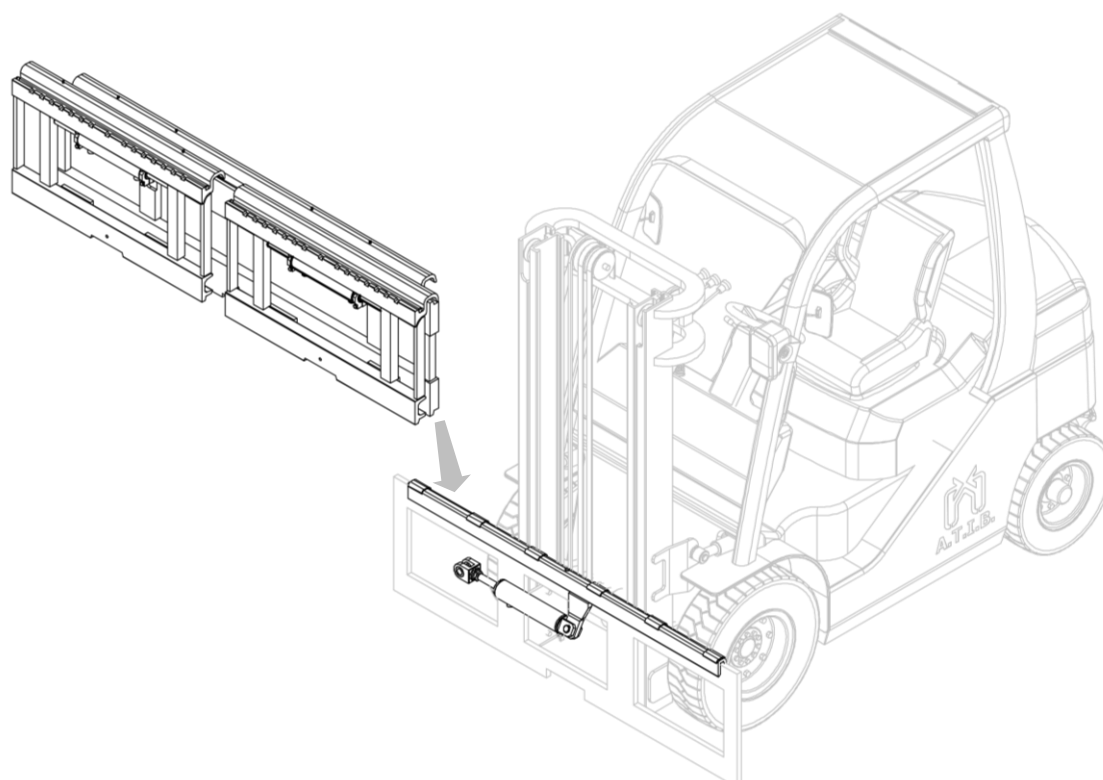

Figura 5
8. Enganche el implemento desde el punto de agarre superior y con un puente grúa colóquelo en el doble gancho, cuidando de colocarlo correctamente (mira *Figura 5*). Con el implemento posicionado, vuelva a bloquear el cilindro usando el pasador y los anillos elásticos que se quitaron anteriormente.